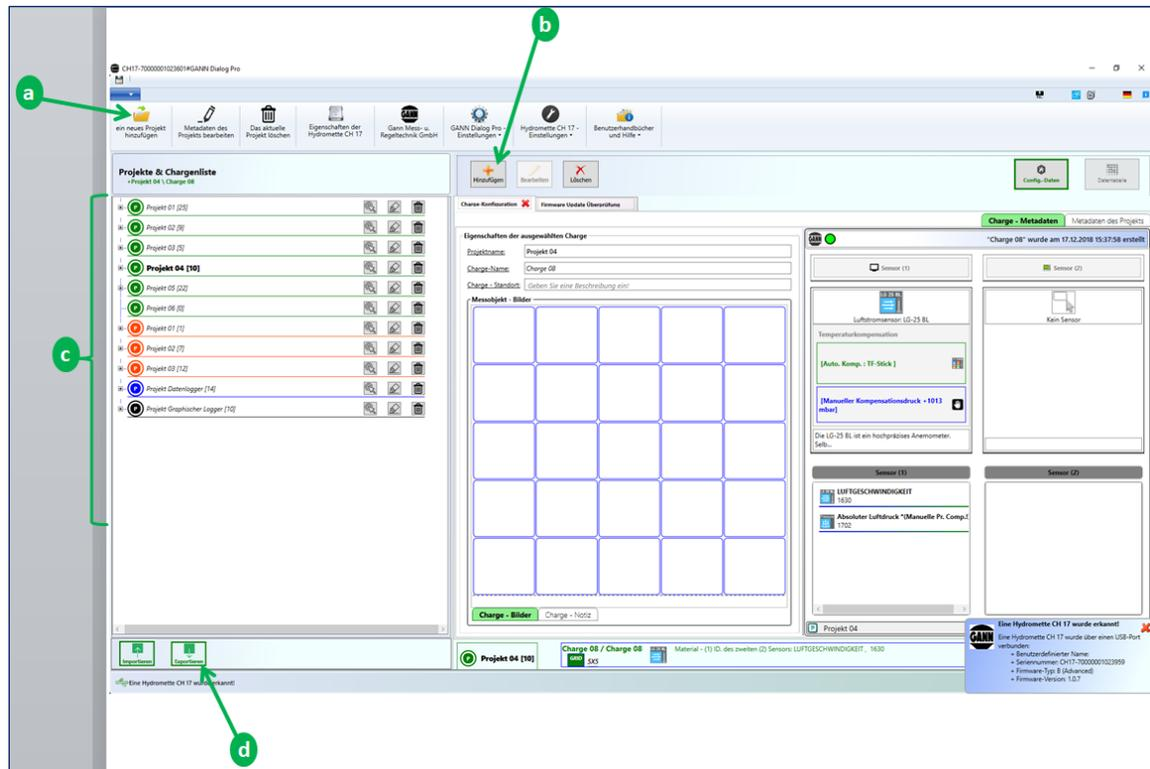

Abbildung 4-1: Konfigurieren eines Projektordners
1. Fügen Sie ein Projekt hinzu (a in Abbildung 4-1).
2. Fügen Sie dann eine neue Charge zu Ihrem Projekt hinzu (b in Abbildung 4-1).
Wiederholen Sie die Schritte 1 und 2, bis die gewünschte Anzahl von Projekten und Chargen erreicht ist. Auf der rechten Seite des in Abbildung 4-1 dargestellten Bildschirms können Sie die Einstellungen für diese Chargen ändern. Weitere Informationen zur Navigation durch verschiedene Projekte (c in Abbildung 4-1) finden Sie in Kapitel 9.5. Weitere Informationen zu Metadaten finden Sie in Kapitel 6.
- Schließen Sie Ihre Hydromette CH 17 an Ihren PC an (die Schaltfläche "Exportieren" d in Abbildung 4-1 wird aktiviert).